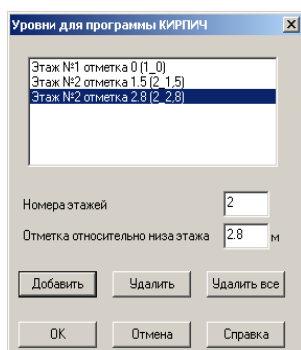

Рис.10.2.5. Окно диалога Уровни для программы КИРПИЧ
- В открывшемся окне диалога **Уровни для программы КИРПИЧ** (рис. 10.2.5) выполните следующие действия: